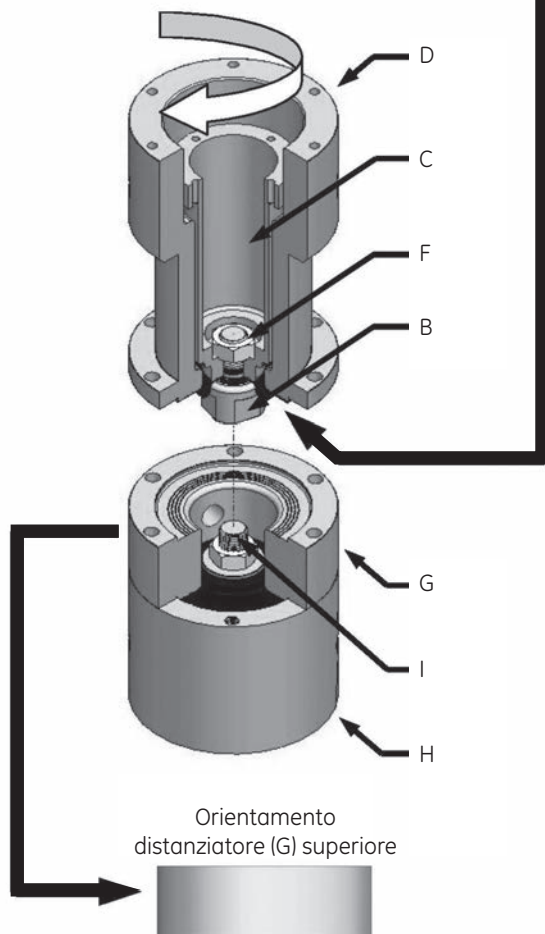

Figura 30 – Assemblaggio distanziatore superiore 600-CH
**Fase 1:** Orientare il distanziatore superiore (G) sul gruppo corpo superiore (H), come indicato nella Figura 30.
**Fase 2:** Posizionare il gruppo membrana in cima al distanziatore superiore (G).
**Fase 3:** Assicurandosi di non torcere la membrana (E), filettare il pistone inferiore (B) nel pistone esterno (I) tenendo ferma la camera molla (D) e ruotando il tubo interno (C) in senso orario.
**Fase 4:** Ruotare il tubo interno (C) con la stessa chiave a bussola utilizzata per tenere il controdado (F) nell'assemblaggio membrana.
**Fase 5:** Quando il tubo interno (C) non può più essere ruotato, non forzarlo; l'assemblaggio deve esser serrato a mano.